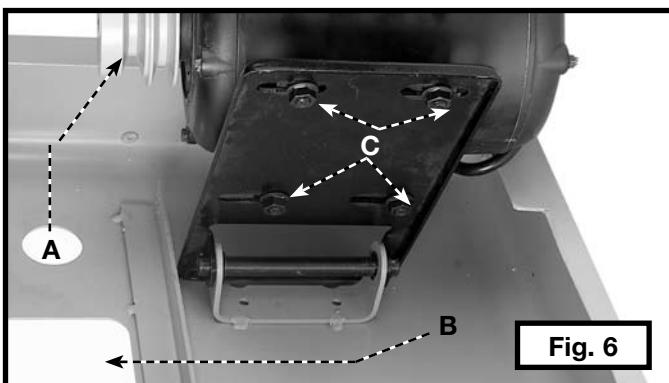

Fig. 6
5. Aligner les quatre trous du support du moteur avec les quatre trous (C) fig. 6, du plateau de montage moteur.
REMARQUE: confirmer que la poulie moteur (A) fig. 6, est assemblée du même côté que l'ouverture (B) prévue pour la courroie.